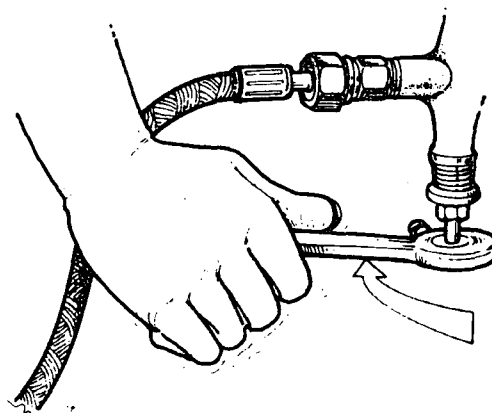

Fig. 4
- d Abra a válvula de serviço para a linha (fig. 4).